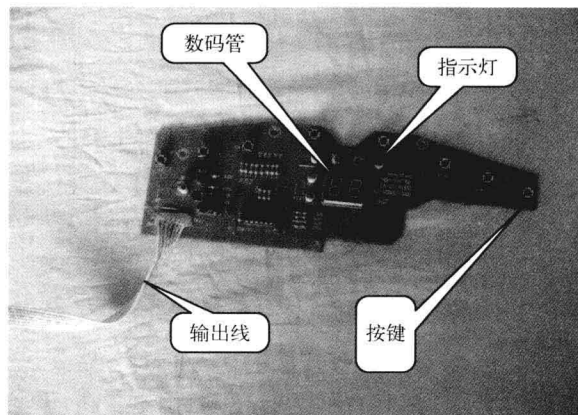

图 1-15 按键操作/显示电路板实物图
3) 按键操作/显示电路板 按键操作/显示电路板主要由按键、微处理器、输出接口电路和显示电路等组成。它的工作原理是,接收用户操作按键后的信息并送给微处理器,经微处理器处理后输出控制命令,以此来完成电磁炉的开/关机、温度调节、功能转换、定时等操作。图 1-15 所示为按键操作/显示电路板实物图。